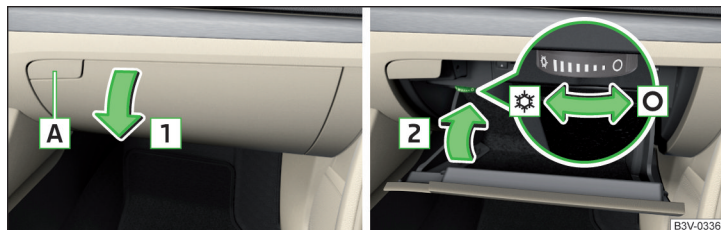

Fig. 117 Deschiderea compartimentului/închiderea compartimentului și operarea admisiei aerului
- Pentru **deschidere**, apăsați butonul . Capacul se rabatează în sensul săgeții » fig. 117.
- Pentru **deschidere**, rotiți comutatorul rotativ până la capăt în poziția » fig. 117.